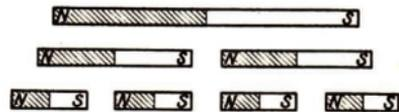

Abb. 222 Die zerbrochene magnetische Stricknadel
**2. Die zerbrochene Stricknadel – Wie kommt die Magnetisierung zustande?** Wir tauchen die beiden Enden einer magnetischen Stricknadel in Eisenfeilspäne und kneifen mit einer Zange die Nadel in der Mitte durch. Legen wir die Hälften wieder in Eisenfeilspäne, so können wir feststellen, daß an den Enden wiederum Büschel von Eisenfeilspänen hängen. Untersucht man mit einer Kompaßnadel die Hälfte, die den Nordpol der unzerbrochenen Stricknadel enthält, so findet man, daß der an der Bruchstelle neu entstandene Pol ein Südpol ist. Stellt man den Versuch mit der anderen Hälfte an, so erweist sich der dort neu entstandene Pol als ein Nordpol. Wir setzen das Zerkleinern in einzelne Teilstücke mehrere Male fort. *Es entstehen stets neue Teilmagnete mit je einem Nord- und Südpol* (Abb. 222).